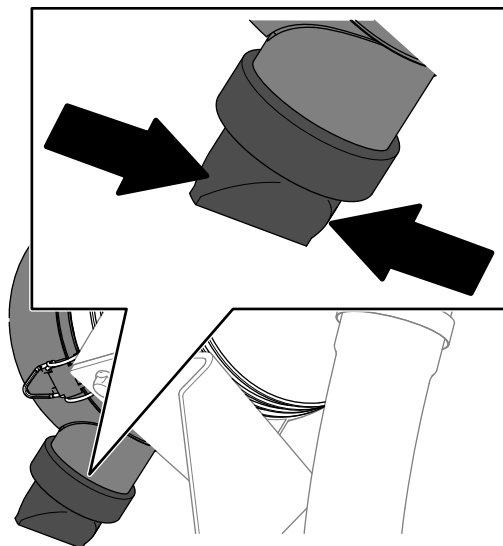

Figure 78
5. Pressez la valve d'éjection des poussières (Figure 78).